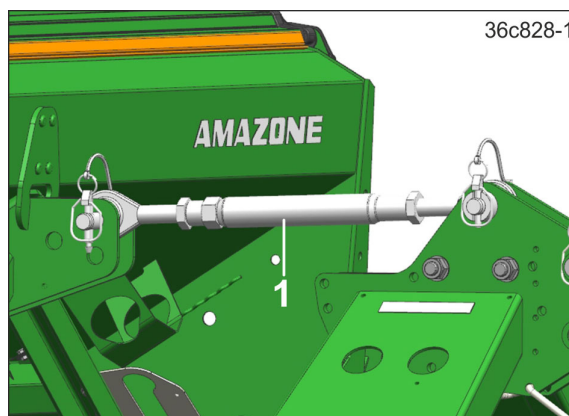

Fig. 98
12. Aligner le semoir compact en modifiant le réglage du bras supérieur (Fig. 98/1). Bloquer le bras supérieur (contre-écrou).